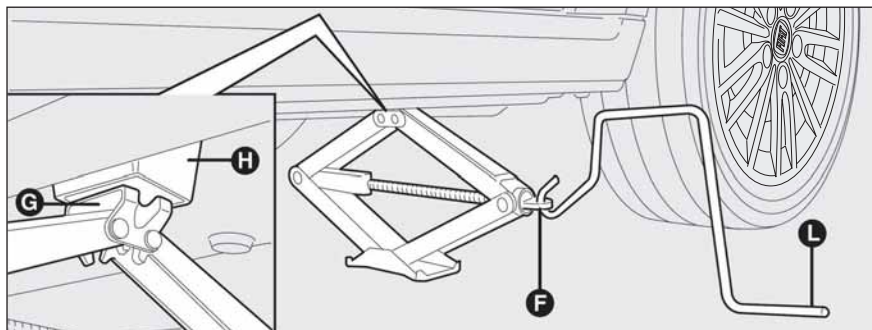

fig. 8
- actionner le dispositif **F-fig. 8** de manière à détendre le cric, jusqu'à ce que la partie supérieure du cric **G-fig. 8** s'engage correctement à l'intérieur du dispositif de retenue **H-fig. 8**;
- insérer la manivelle **L-fig. 8** pour permettre l'actionnement du cric et soulever la voiture, jusqu'à ce que la roue se lève du sol de quelques centimètres;
- actionner la manivelle **L-fig. 8** du cric de manière à baisser la voiture et enlever le cric;